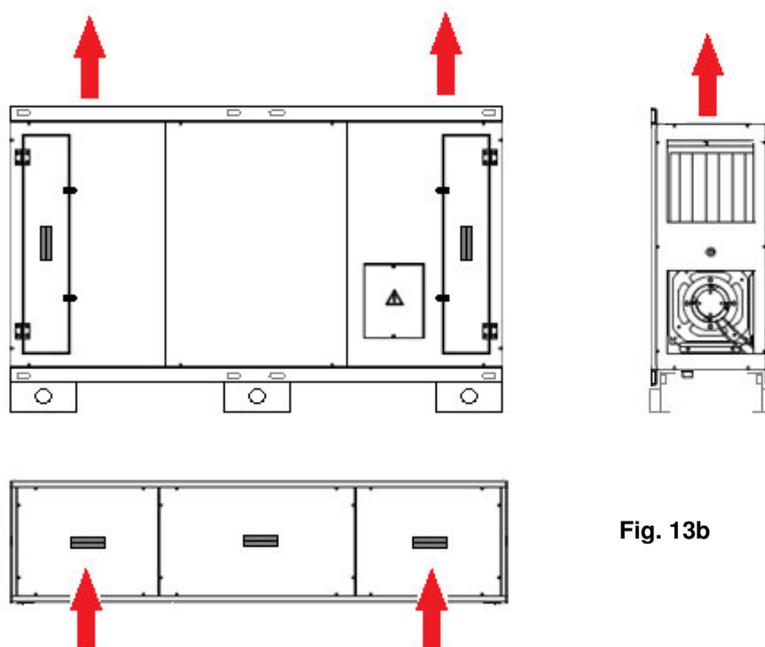

Fig. 13b
- para la unidad en versión vertical, a través del desmontaje de un panel superior de extremidad dotado de manilla empotrable (**fig. 13b**)